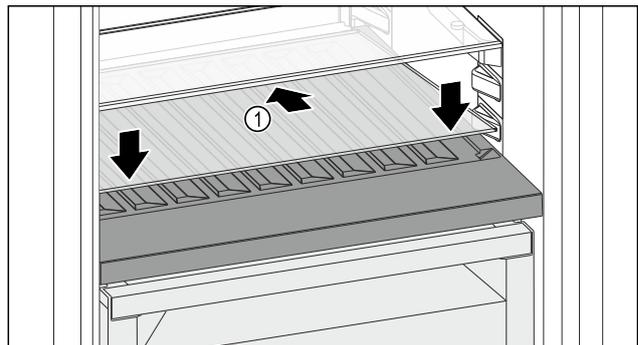

Fig. 143
- ▶ Placer la plaque de verre Fig. 143 (1) en biais et inclinée vers le bas.
- ▶ Abaisser l'avant de la plaque de verre Fig. 143 (1).